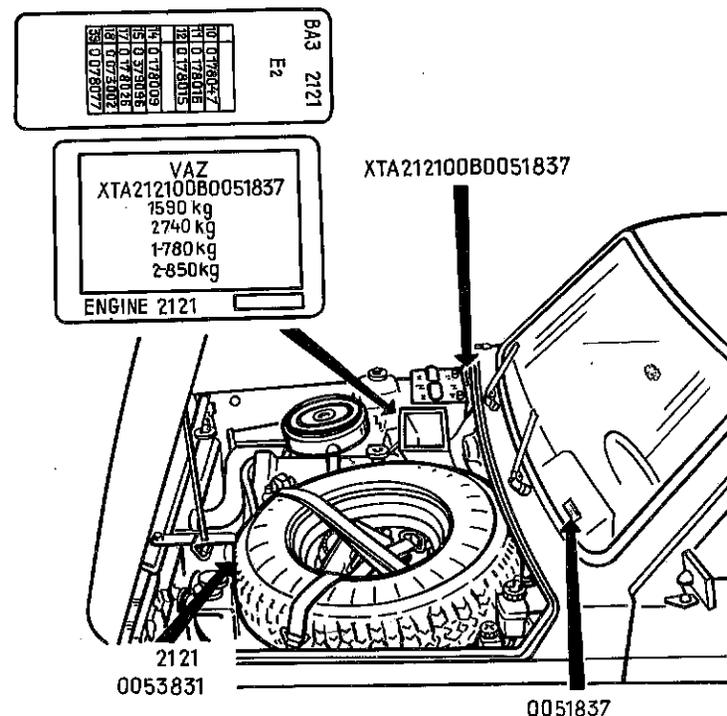

Bild 1. Kenndaten
**Das Kennzeichen des Wagens** ist auf einer nichtabnehmbaren Platte, die links auf dem Armaturenbrett (Bild 1) befestigt ist, eingeschlagen. Wird am Wagen auf Anfrage installiert.